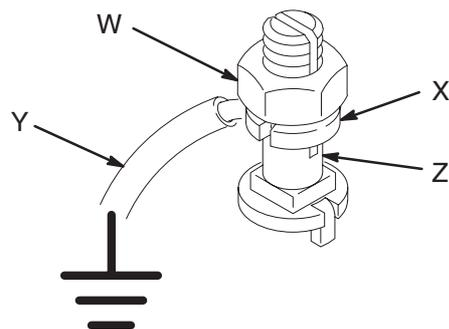

Abb. 2 0864
An allen anderen Pumpen: Erdungsleiter und Klammer verwenden. Siehe Abb. 2. Sicherungsmutter (W) und Unterlegscheibe (X) des Erdungszapfens lösen. Ein Ende eines Erdungsleiters (Y) mit mindestens 1,5 mm² Querschnitt (Stärke 12) in den Schlitz im Zapfen (Z) stecken und die Sicherungsmutter sicher festziehen. Das andere Ende des Leiters an Erde legen. Artikel-Nr. 237569, Erdungsleiter und Klammer, bestellen.